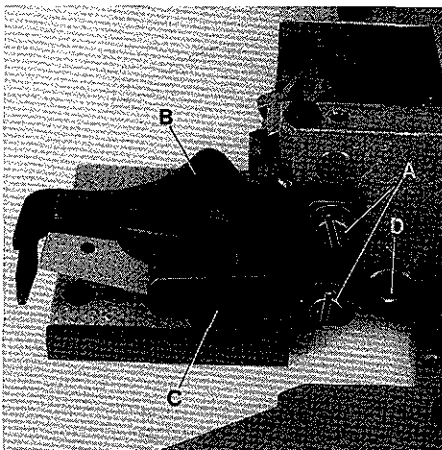
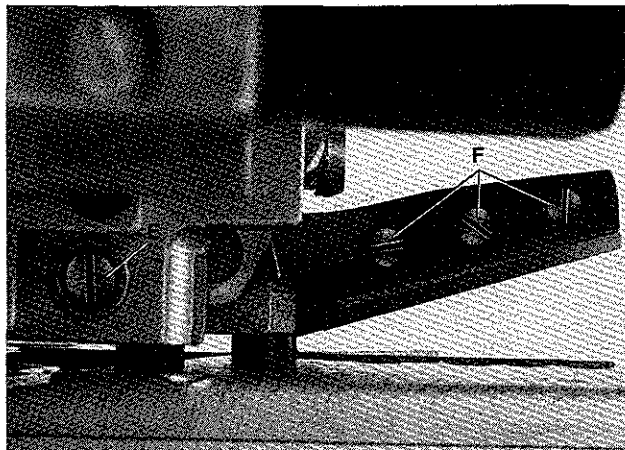
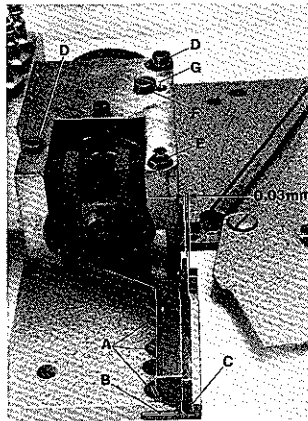

Fig.63
Fig.64
Fig.66
Loosen screws (A, Fig. 63) and remove the two finger guards (B and C).
Loosen screw (D, Figs. 63 and 65) and turn screw (E, Figs. 64 and 65) a few revolutions counterclockwise until the pressure of upper knife against lower knife is released.
Remove the three knife fastening screws (A, Fig. 66) and replace the lower knife.
The cutting edge of lower knife should be flush with the top surface of cloth plate. When assembling a new lower knife two shims (B, Fig. 66) each 0,4 mm (1/64 in.) thick, have to be placed between lower knife and cloth plate. When assembling a resharpened knife one or both shims have to be removed, according to the stock removed while grinding, in order to have the lower knife cutting edge flush with cloth plate top surface. Tighten knife fastening screws.
Remove the three upper knife fastening screws (F, Fig. 64) and replace the upper knife.
Press upper knife lever with upper knife in its down position. Cutting edges of upper and lower knife should overlap approx. 0,5 mm (.020 in.) at the knife tips (C, Fig. 66). For this adjustment, the upper knife fastening screws (F, Fig. 64) can be relocated a little bit up or down in the holes of the upper knife lever.
Lösen Sie die Schrauben (A, Fig. 63) und entfernen Sie die beiden Fingerschutzteile (B und C).
Lösen Sie die Schraube (D, Fig. 63 und 65) und drehen die Schraube (E, Fig. 64 und 65) einigemal im Gegenuhrzeigersinn bis das Obermesser nicht mehr gegen das Untermesser drückt.
Entfernen Sie die drei Messerbefestigungsschrauben (A, Fig. 66) und tauschen Sie das Untermesser aus.
Die Schneide des Untermessers muß auf gleicher Höhe mit der Stoffplattenoberfläche stehen. Beim Einbau eines neuen Untermessers werden zwei je 0,4 mm dicke Unterlegbleche (B, Fig. 66) zwischen Untermesser und Stoffplatte gelegt. Beim Einbau nachgeschärfter Messer müssen, entsprechend dem abgeschliffenen Material, ein oder beide Unterlegbleche entfernt werden, damit die Untermesserschneide auf gleicher Höhe mit der Stoffplattenoberfläche ist. Ziehen Sie die Messerbefestigungsschrauben an.
Entfernen Sie die drei Obermesser-Befestigungsschrauben (F, Fig. 64) und tauschen Sie das Obermesser aus.
Drücken Sie den Obermesserhebel mit dem Obermesser in die untere Stellung. Ober- und Untermesser sollen sich an den Messerspitzen (C, Fig. 66) etwa 0,5 mm überlappen. Die Obermesser-Befestigungsschrauben (F, Fig. 64) lassen sich für diese Einstellung in den Bohrungen etwas nach oben oder unten verlagern.
Release pressure of upper knife against lower knife as described in paragraph "REPLACING THE LOWER KNIFE". Loosen screws (D, Fig.66) slightly, and keep screw (E) securely tightened. Press upper knife lever in its down position.
Remove screw (F, Fig.66) and rotate eccentric rod (G) so, that the upper and lower knife contact each other at the knife tips (C), and at the lower knife pilot arises a distance of 0,03 mm (.0012 in.) (see Fig.66). Retighten the two screws (D) and turn in screw (F).
Make sure that eccentric rod (G, Fig.66) does not turn while tightening screws (D) and turning in screw (F).
Turn screw (E, Figs.64 and 65) clockwise until the upper knife exerts a markable pressure against lower knife. Lock screw (E, Figs.64 and 65) with screw (D) and make cutting tests with air pressure.
Lösen Sie die Schrauben (D, Fig.66) leicht, die Schraube (E) muß fest angezogen bleiben. Drücken Sie den Obermesserhebel in die unterste Stellung.
Entfernen Sie die Schraube (F, Fig.66) und drehen Sie den Exzenterbolzen (G) so, daß sich Ober- und Untermesser an der Spitze (C) berühren und am Untermesser-Führungszapfen ein Abstand von etwa 0,03 mm entsteht (siehe Fig.66).
Achten Sie darauf, daß sich der Exzenterbolzen (G, Fig.66) beim Anziehen der Schrauben (D) und Einschrauben der Schraube (F) nicht verdreht.
Drehen Sie die Schraube (E, Fig.64 und 65) im Uhrzeigersinn bis das Obermesser einen gut spürbaren Druck gegen das Untermesser ausübt. Kontern Sie die Schraube (E, Fig.64 und 65) mit der Schraube (D) und machen Sie Schneidproben mit Druckluftantrieb.